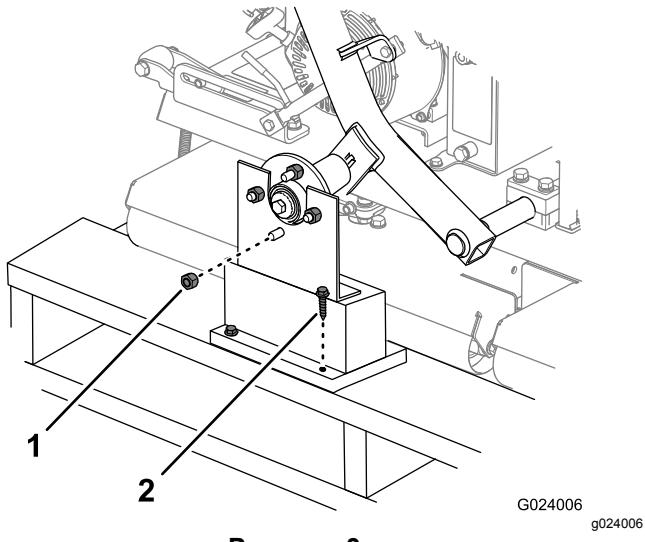

Рисунок 3
- Снимите колесные гайки, которыми ступицы колес крепятся к транспортировочным кронштейнам (Рисунок 3). Снимите также гайки с болтов каждой ступицы.